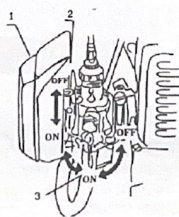

Рис. 9
- Откройте топливный переключатель, см. Рис. 9